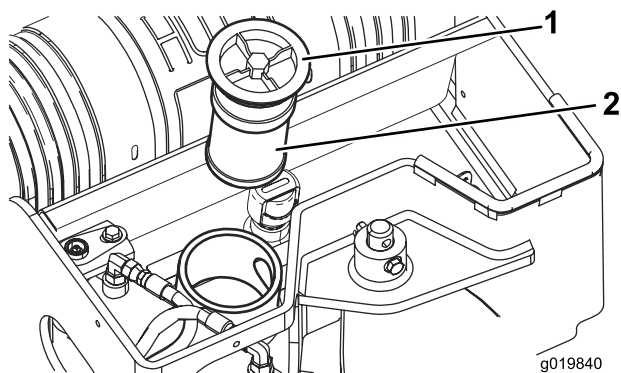

Figura 59
5. Pulite l'area intorno al collo del bocchettone del serbatoio idraulico e rimuovete il tappo ed il filtro dal collo del bocchettone usando una chiave a tubo (Figura 59).